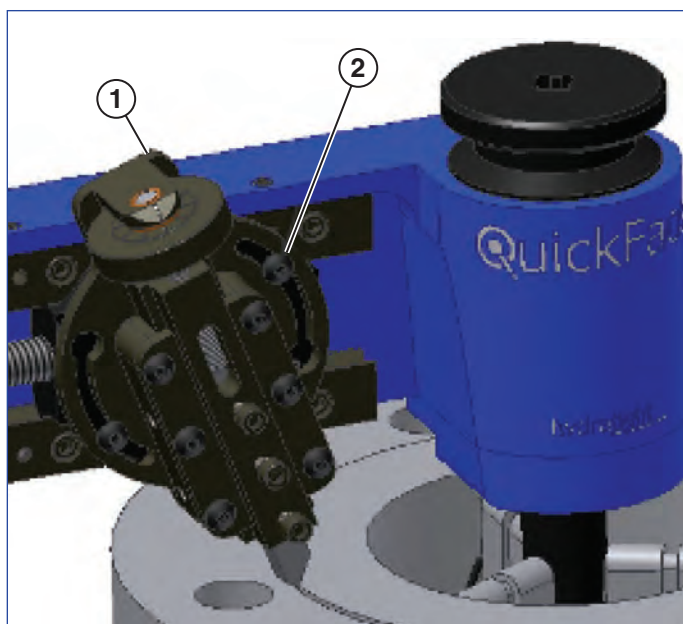

图 11
2. 松开转盘螺钉，倾斜转盘。滑块的首选角度为与垂线呈 10-30 角。确保滑块的倾斜程度足以使其在一个连续操作中跨过整个面，同时不会超出行程（见图 11）。QuickFace 从 OD 向 ID 切割。